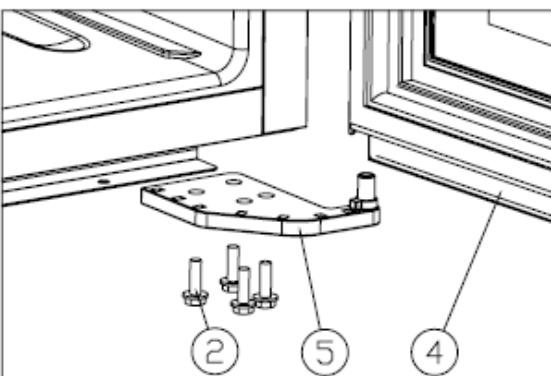

Figure 2
Desenrosque los tornillos M5\*16 (2), retire la bisagra inferior derecha (5). [Figure 2]